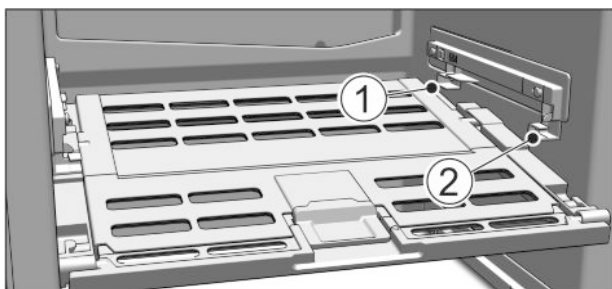

Fig. 10
- ▶ Deksel Fruit & Vegetable-Safe aanbrengen: Dekselranden van onder in de achterste houder Fig. 10 (1) plaatsen en van voren in de houder Fig. 10 (2) klikken.